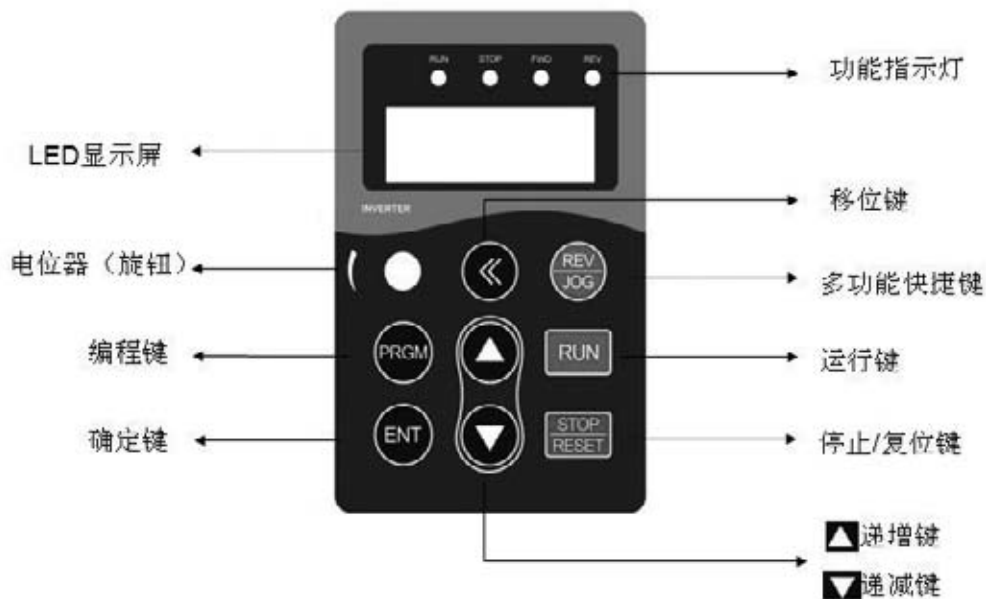

图 3.11
(1)、如图 3.11 所示：将测功机控制柜置放于指定位置（详见地基图或布局图），用膨胀螺栓将控制柜固定在检测车间地面相应位置（注意控制柜底部穿线孔应对准预埋管出口位置）。将三相 380V 五芯电源线和 RS-232 通讯线连接到指定位置，从台架拉过来的线缆按照线缆上的标签对应插接到左右安装板上。
(1)、变频器操作界面如图 3.11 所示：